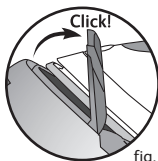

fig. 2
- Verrouillage - fig.2
- posez le fer sur la plaque repose-fer de la centrale vapeur et rabattez l'arceau de maintien sur le fer jusqu'à l'endechement du verrouillage (identifié par un "clac" sonore) - fig.2.